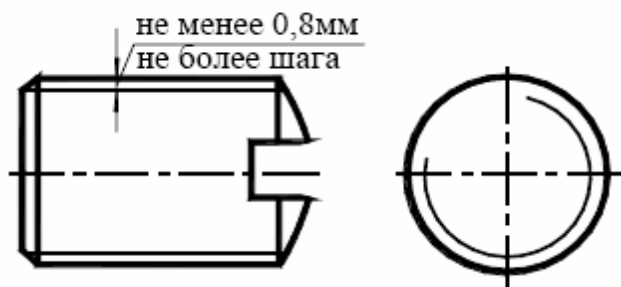

Рис. 28. Наружная резьба
*Наружная резьба* - изображается сплошными основными толстыми линиями по номинальному диаметру и сплошными тонкими линиями по внутреннему (рис. 28).